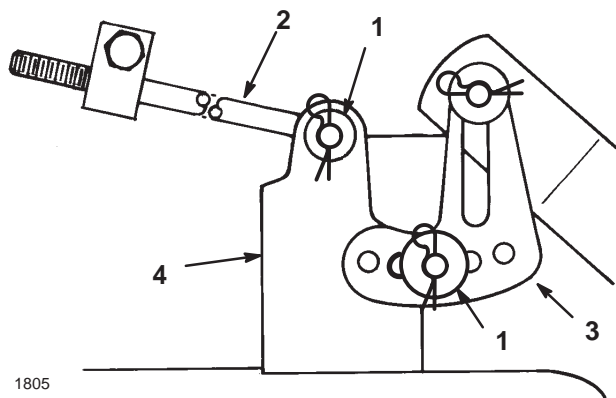

Figure 19
9. Enlevez la goupille fendue et la rondelle de l'extrémité de la longue tige (Fig. 19) et glissez la tige hors du support du plateau.
10. Enlevez la goupille fendue et la rondelle de la patte de mise à niveau du plateau de coupe (Fig. 19). Dégagez la patte de l'axe de montage et remettez la rondelle et la goupille fendue en place pour ne pas les perdre.